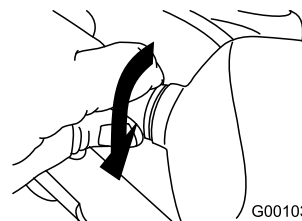

Figure 49
- Tournez l'embase de l'ampoule dans le sens horaire jusqu'à ce qu'elle soit bien vissée (Figure 49).